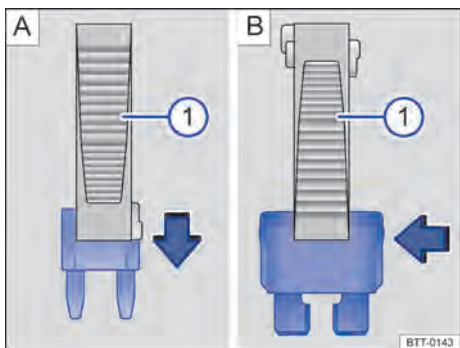

Fig. 164 Remover ou instalar um fusível com a garra da pinça de plástico ⓘ.
- Se necessário, retirar a pinça de plástico → Fig. 164 ⓘ do suporte. O suporte se encontra na parte traseira da caixa de fusíveis perto da tomada de conexão para diagnóstico.
- Em caso de *fusíveis pequenos*, encaixar a garra ⓘ por cima → Fig. 164 A.
- Em caso de *fusíveis maiores*, empurrar a garra ⓘ lateralmente sobre o fusível → Fig. 164 B.